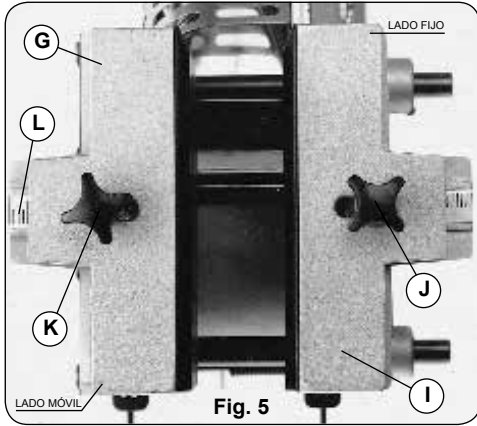

Fig. 5
A) Con sobrante: Si desea disponer de un sobrante de 1,5 mm por este lado, para su posterior perfilado, sitúe el prensor I, (Fig. 5), a tope del coliso (posición más alejada del lado fijo), y bloquéelo en esta posición con el pomo J. B) Al ras: Si desea encolar el canto por este lado, al ras del tablero, sitúe el prensor I a tope del lado fijo, y bloquéelo con el pomo J en esta posición.
Sitúe el tablero entre los dos prensores. Afloje el pomo K, (Fig. 5), y retire el prensor móvil G. Sitúe el tablero entre los dos prensores, aproxime el prensor móvil G hasta aprisionar el tablero entre los prensores y fijelo en esta posición con el pomo K. A continuación, saque el tablero; cierre el prensor móvil G, 2 mm más, tomando como referencia la placa milimetrada L, y bloquee el prensor en esta posición con el pomo K. De este modo queda ajustada la presión de las ballestas, y la máquina lista para empezar a encolar.
El sobrante en este lado será de 1,5 mm o no habrá sobrante, según hayamos regulado el prensor del lado fijo. (ver apdo. prensores.) (Fig. 5).
A) Todo el sobrante quedará en este lado del tablero, si el prensor del lado fijo se ha regulado "AL RAS". (Fig. 5).
B) Quedará todo el sobrante menos 1,5 mm si el prensor del lado fijo se ha regulado "CON SOBRENTE". (Fig. 5).